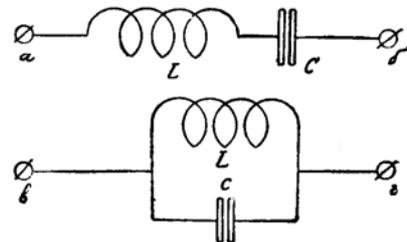

Рис. 209.
- 697 Как подсчитать сопротивление, вносимое в электрическую цепь последовательно включенной катушкой самоиндукции, которая зашунтирована конденсатором (см. рис. 209 вг.)?